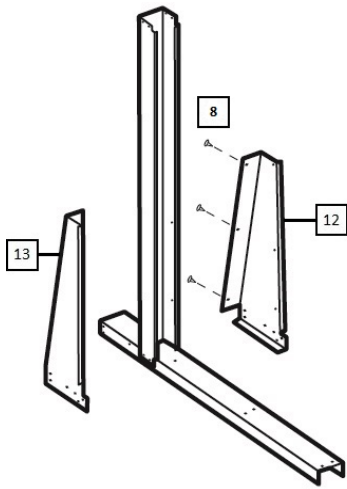

Abb. 5
- Bringen Sie, wie in Abb. 5 gezeigt, an jeder Seite der Mittelstütze (3) die Verstärkerplatten (rechts und links) (12)(13) an. Die Verstärkerplatten müssen sich unter den U-Profilen befinden. Verwenden Sie mit Blick auf die Tragfähigkeit der Verstärkerplatten 3 Schrauben (8).